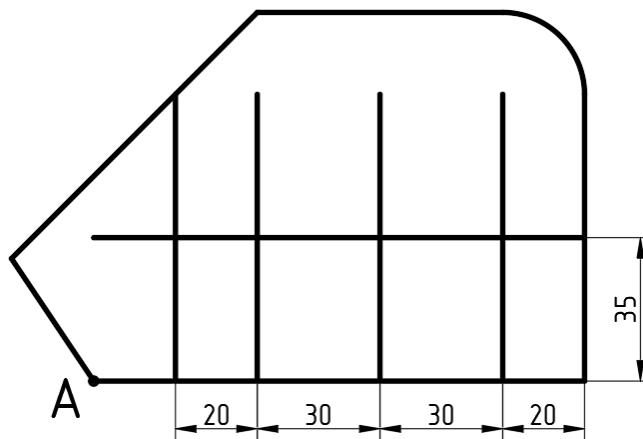

Рис. 71
3. Командой **Смещение** проведите линии будущих осевых (рис. 71).